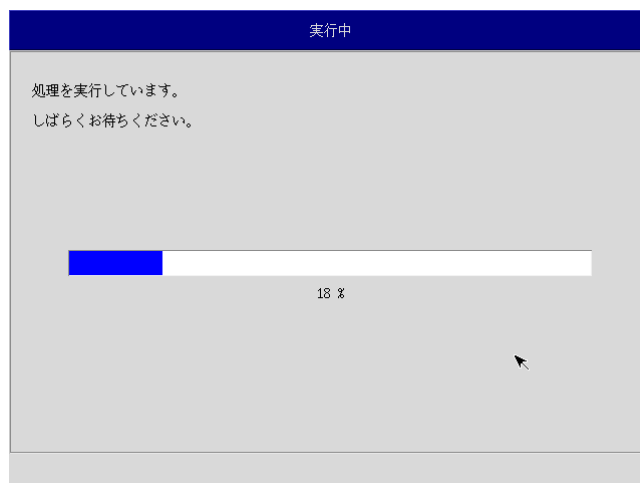

図 6-2-4. 実行中画面
- ⑧ 処理が始まります（図 6-2-4）。実行中は DVD ドライブを外したり、電源を落としたりしないでください。